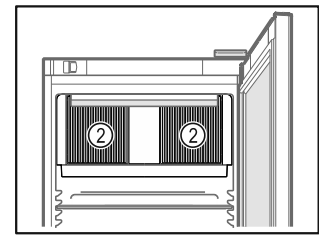

Fig. 31
- Διατηρείτε ελεύθερες τις σχισμές αερισμού Fig. 31 (2) του ανεμιστήρα στο εσωτερικό.